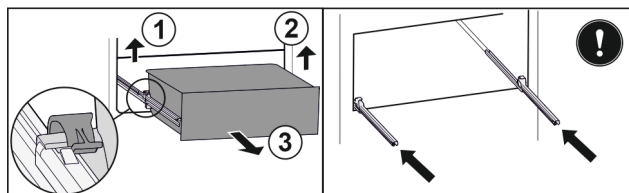

Fig. 224
- Ngrini lart kapësen e majtë dhe në të njëjtën kohë tërhiqni nga përpara sirtarin e majta. *Fig. 224 (1)*
- Ngrini lart kapësen e djathtë dhe në të njëjtën kohë tërhiqni nga përpara sirtarin nga e djathta. *Fig. 224 (2)*
- Hiqeni sirtarin nga përpara. *Fig. 224 (3)*